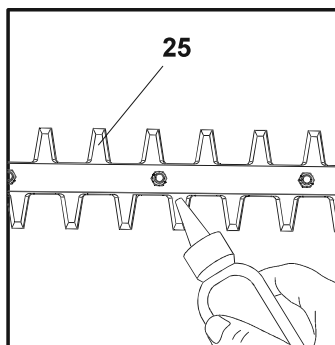

Fig. 60
1. Mantenha a lâmina do aparador de sebes (25) limpa e isenta de detritos. Retire as aparas com uma escova.
2. Aplique uma pequena quantidade de lubrificante adequado na lâmina do aparador de sebes (25) para manter um bom desempenho de corte (Fig. 60).